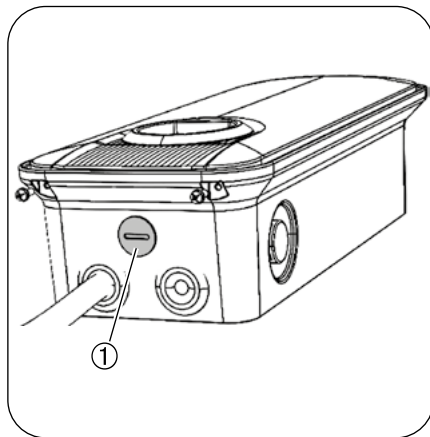
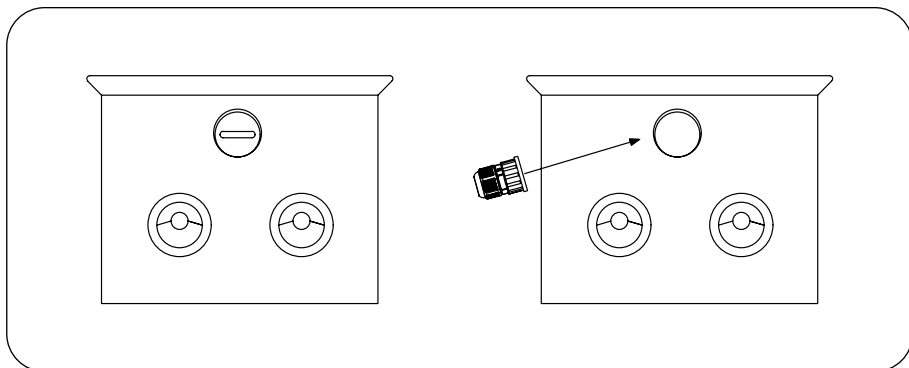

Figura 39
Figura 40
7. Per connettere il cavo di comunicazione, rimuovere il tappo 1, Figura 39 (all'interno è presente un dado plastico che dovrà essere rimosso) e installare il pressacavo fornito nel kit (Figura 40). Fissare e serrare il pressacavo (6Nm) al fine di ripristinare il grado di protezione dichiarato.
9. Fissare la placca frontale e avvitare le viti nella parte inferiore (Figura 39).